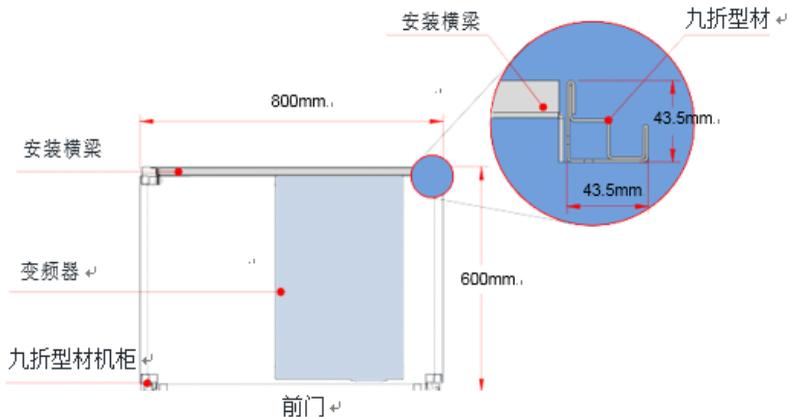

图 4-11 GD270 280~500kW 各类机型的机柜俯视图
1	在九折型材机内安装好变频器固定用的安装横梁（如图 4-11）。
- (1) 建议机柜柜体采用九折型材机柜（PS 机柜），九折型材截面如放大图如图 4-11 所示；